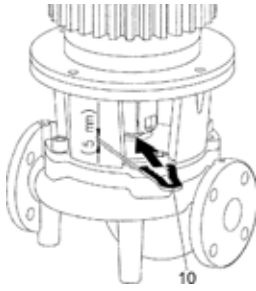

Fig. 18: Montagevork voor instelwerkzaamheden
Bij alle montagewerkzaamheden is voor het instellen van de correcte waaierpositie in het pomphuis de montagevork (Fig. 18, pos. 10) noodzakelijk!